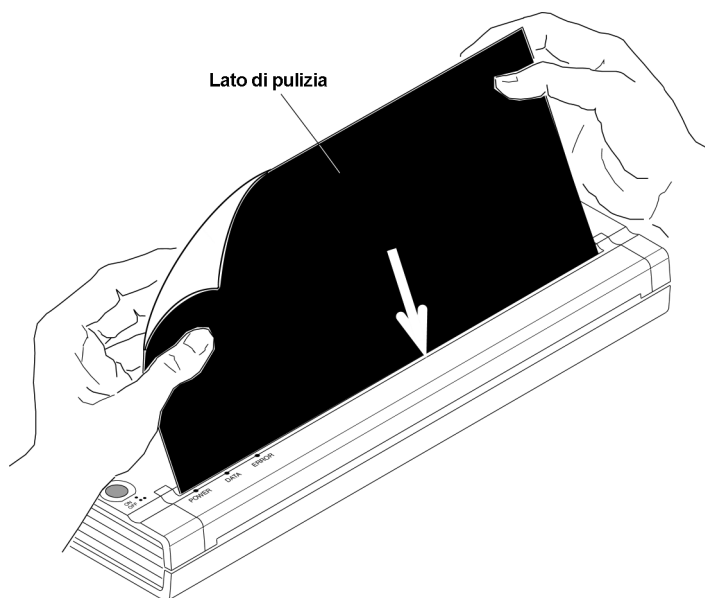

Figura 18. Pulizia del rullo distampa.
4. Inserire il panno per la pulizia nero in dotazione con la stampante nella fessura di ingresso della carta con il lato nero ruvido contenente il materiale per la pulizia rivolto verso il lato anteriore della stampante. Vedere Figura 18. La stampante fa scorrere il panno per la pulizia al suo interno.